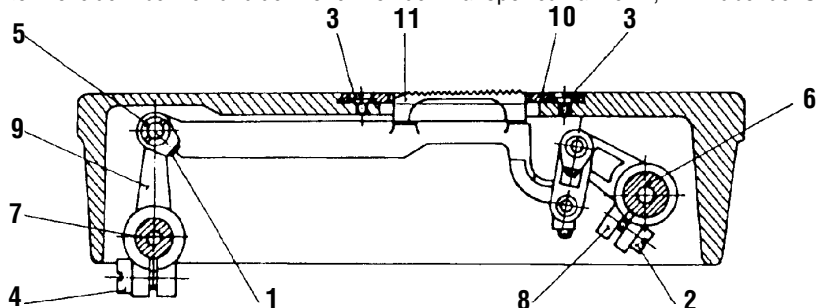

Abb. 1
3. Einstellung der Transporteurhöhe über der Stichplatte (Abb.1, 2, 3)
5. Einstellung der Stichplatte (Abb.1)
6. Einstellung des elliptischen Transporteurweges (Abb.1)